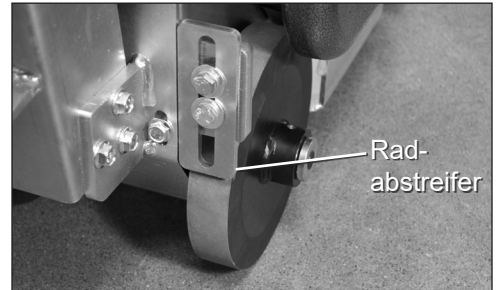

ABB. 8
1. Lösen Sie den Radabstreifer mit einem Schraubenschlüssel der Größe 9/16" (Abb. 8).